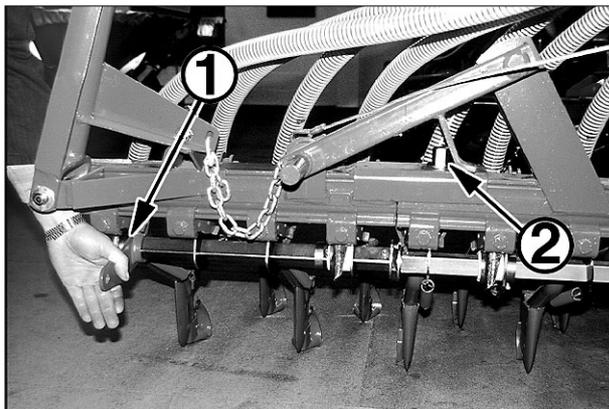

Рис. 4–17
- рычаг под сошниковым брусом поднять вверх таким образом, чтобы соединение двух квадратных труб зафиксировалось, см. рис. 4–17.